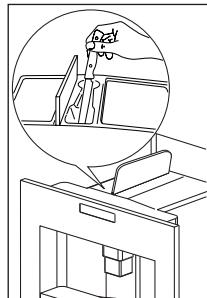

Abb. 28
- Überprüfen Sie regelmäßig (etwa einmal monatlich), ob der Pulverschacht für vorgemahlenen Kaffee verstopft ist (Abb. 28).